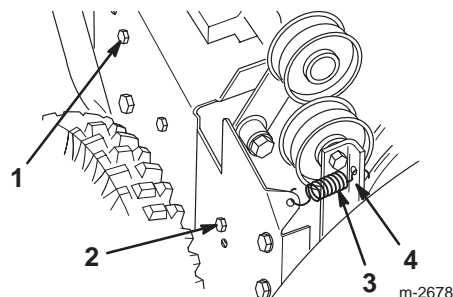

Figure 28
4. Desserrez le bras de frein de tarière. Pour ce faire, desserrez la dernière vis arrière et retirez la vis avant (Fig. 28).
5. Déposez le ressort de poulie folle (Fig. 28). Laissez le bras de frein pendre librement, mais hors du chemin.
4. Desserrez le bras de frein de tarière. Pour ce faire, desserrez la vis dernière arrière et retirez la vis avant qui fixent l'ensemble de bras frein au châssis (Fig. 28).